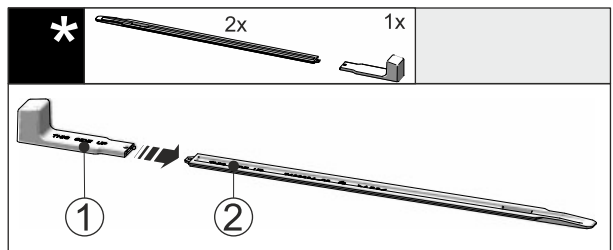

Fig. 42
- Insérer la poignée de montage Fig. 42 (1) dans le rail de nivellement Fig. 42 (2).